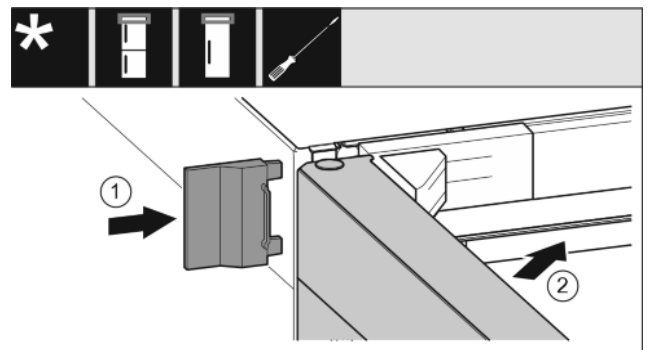

Fig. 19
- ▶ Äußere Abdeckung aufschieben. *Fig. 19 (1)*
- ▶ Obere Tür schließen. *Fig. 19 (2)*